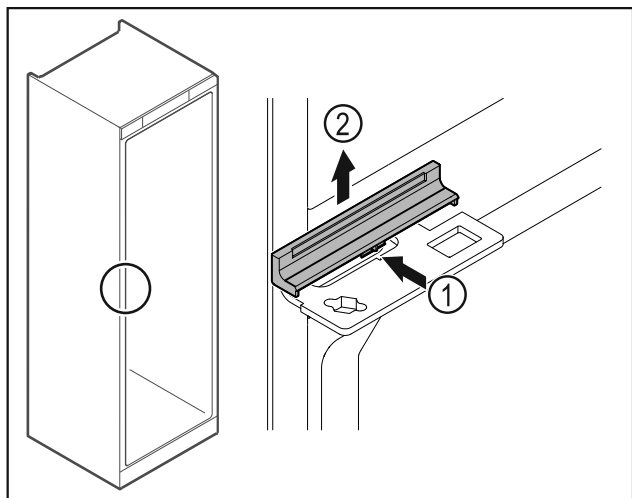

Fig. 47
- ▶ Tryk afdækningen Fig. 47 (1) let ind i midten, og tag den af op efter Fig. 47 (2).